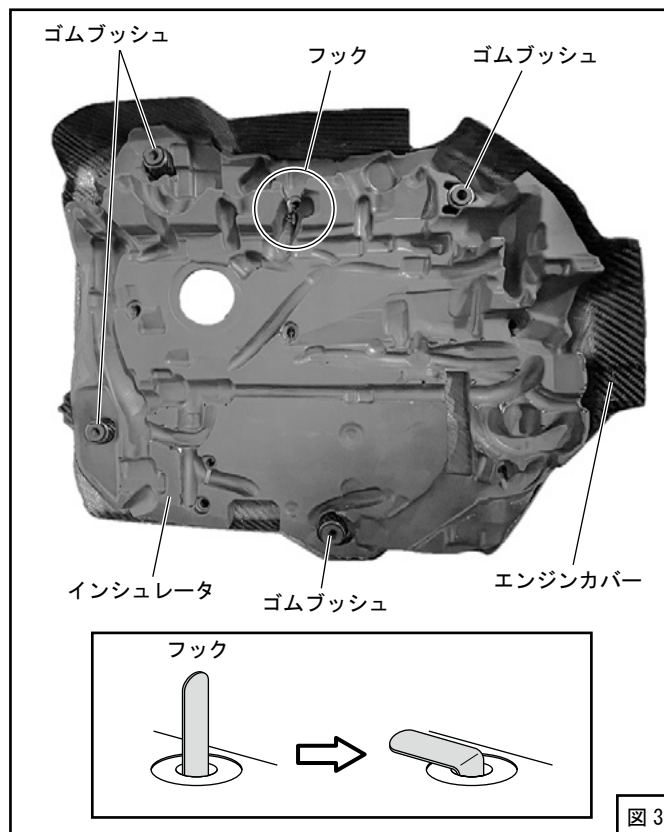

図 3
- (3) エンジンカバーにインシュレータを取付け、フック（6箇所）を曲げて固定してください。（図3）
- (4) エンジンカバーに純正ゴムブッシュ4個を取付けてください。（図3）